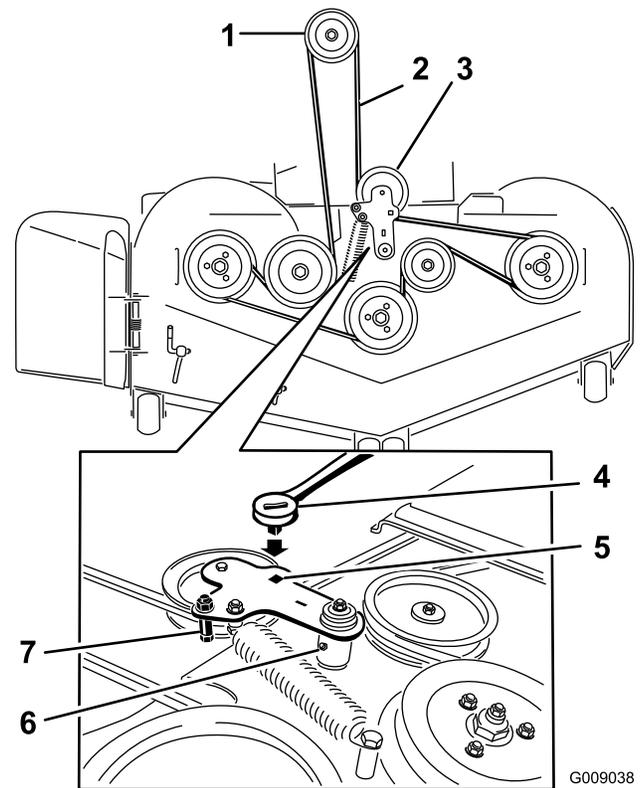

Figure 75
5. Insérez un rochet dans le trou carré du bras de la poulie de tension pour détendre le ressort de la poulie de tension (Figure 75).
7. Enlevez le guide-courroie situé sur le bras de la poulie de tension rappelé par ressort (Figure 75).
9. Acheminez la courroie neuve autour des poulies du tablier de coupe et de la poulie d'embrayage, sous le moteur (Figure 75).
10. Montez le guide-courroie sur le bras de la poulie de tension (Figure 75).
11. Insérez le rochet dans le trou carré et montez le ressort de la poulie de tension (Figure 75).